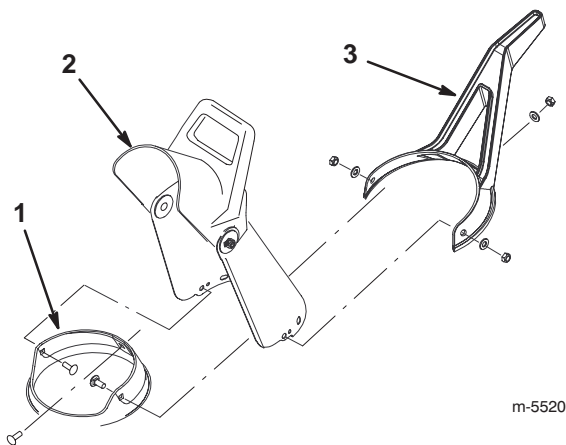

Bild 9
- Platzieren Sie den Auswurfkanal über dem Kanalring und richten Sie die Öffnung an der Rückseite des Auswurfkanals auf die mittlere Öffnung am Kanalring aus (Bild 9).
2. Schieben Sie von der Innenseite her eine Schraube durch die mittlere Öffnung des Kanalrings und durch die Öffnung des Auswurfkanals (Bild 9).
3. Führen Sie den Auswurfkanalgriff über dem Auswurfkanal ein und schieben Sie die Schraube ganz durch die mittlere Öffnung im Auswurfkanalgriff (Bild 9).